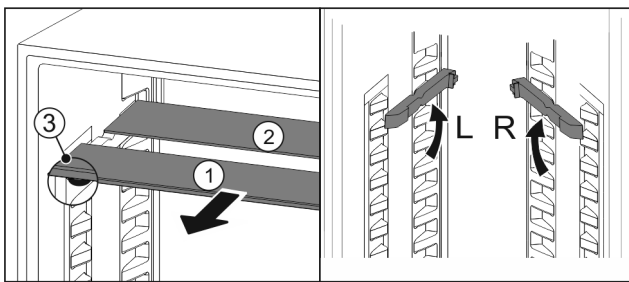

Fig. 70
- ▶ Посуньте Fig. 70 (1) скляну панель вперед.
- ▷ Скляна панель Fig. 70 (1) з декоративною планкою лежить спереду.
- ▷ Стопори Fig. 70 (3) показують вниз. Пристрої з морозильною камерою:\*